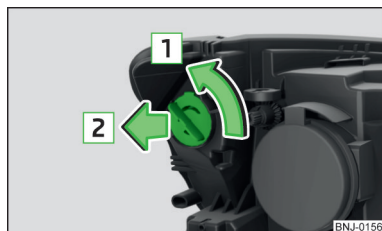

Fig. 211
- Ruotare lo zoccolo con la lampadina in direzione della freccia **1** » fig. 211.